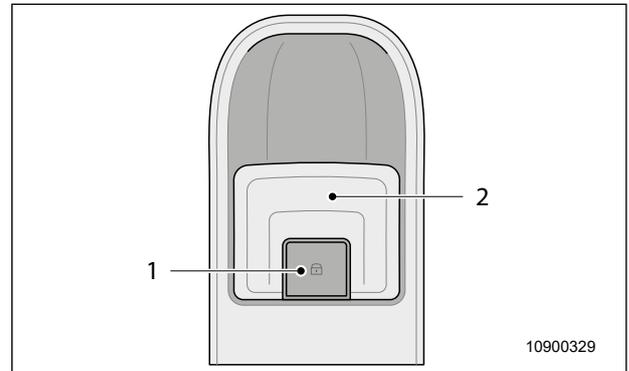

Fig. 6 Apertura e chiusura della porta dall'interno
1. Per aprire, tirare la maniglia (Fig. 6, Pos. 2).
1. Per bloccare, premere il pulsante (Fig. 6, Pos. 1).
2. Per sbloccare, tirare la maniglia (Fig. 6, Pos. 2).